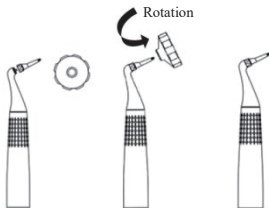

Figure 8 Serrer la buse sous-gingivale
3.2.2.1 Installer une buse accessoire avant l'utilisation. Visser la buse sur la partie supérieure de la pièce à main sous-gingivale, puis serrer la buse à l'aide d'une clé (comme illustré à la Figure 8).
[Note] : Figure 8 Serrer la buse sous-gingivale